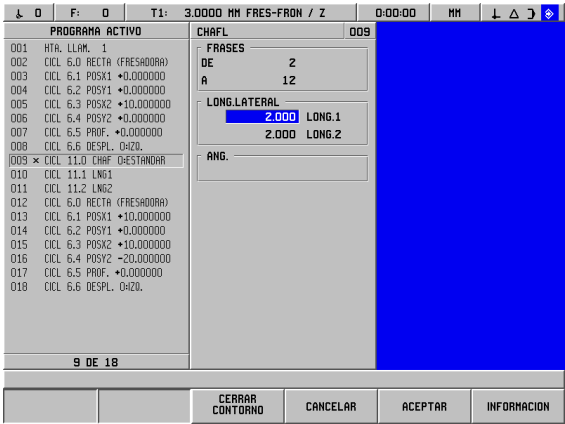

Fig. I.54 Parámetro de introducción para un chablán
**Rectas que se cortan entre sí** - Un chablán se puede añadir entre dos rectas que se cortan entre sí. Ambas frases con las que están definidas las rectas son consecutivas en el programa. Véase Fig. I.54.